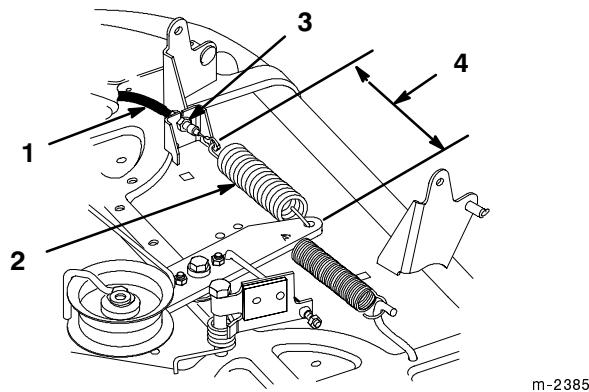

Bild 48
- 12.** Rasten Sie den Zapfwellenhebel am Armaturenbrett ein. Messen Sie den Abstand zwischen den Hakenenden der Spannrollenfeder (Bild 48). Stellen Sie die Klemmmuttern so ein, dass Sie einen Abstand von 150 mm erreichen (Bild 48).